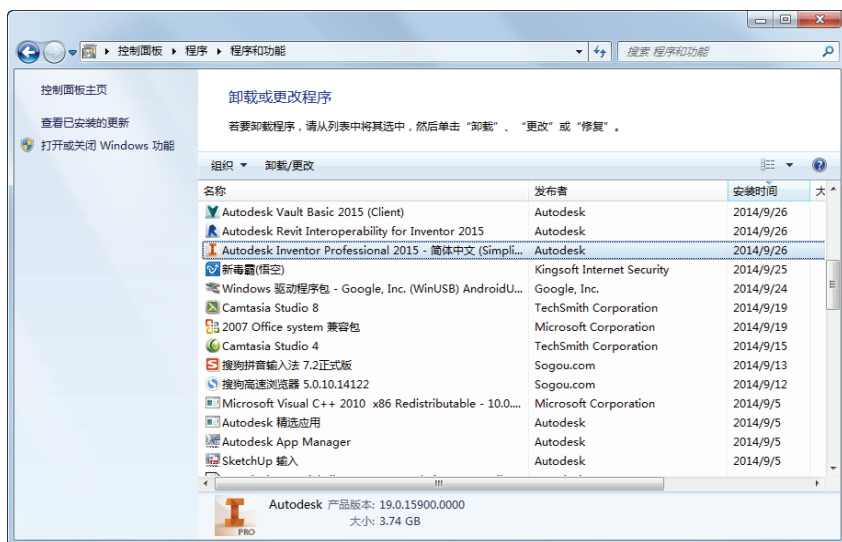

图 1-7 添加或更改程序
(1) 关闭所有打开的程序。
(2) 选择“开始”→“控制面板”→“程序和功能”命令，选择 Autodesk Inventor Professional 2015，然后单击“卸载/更改”按钮，如图 1-7 所示。